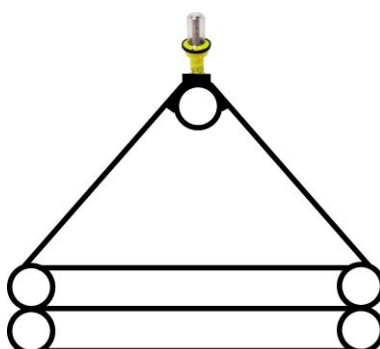

Figure 11 - Installation sur le haut d'un radeau
- soit directement sur le haut du radeau (Voir Figure 11 - Installation sur le haut d'un radeau) :